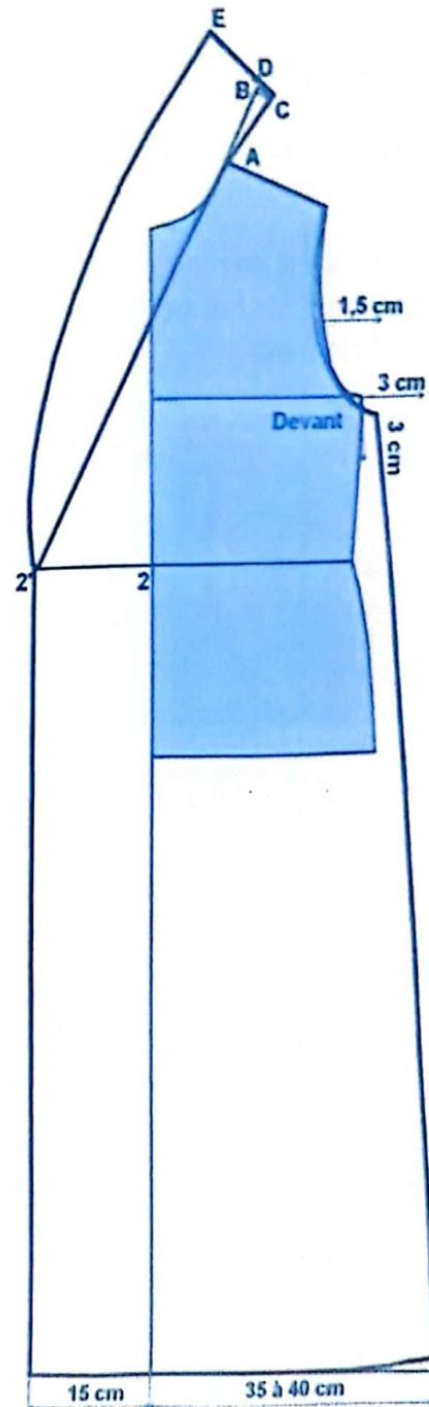

FIG. 2
- **2'-A-C-D-E-2'** = contour du col châle rapporté (fig.2) ; coupez le col en 4, 2 pièces pour le dessus de col et 2 pièces pour le dessous de col.